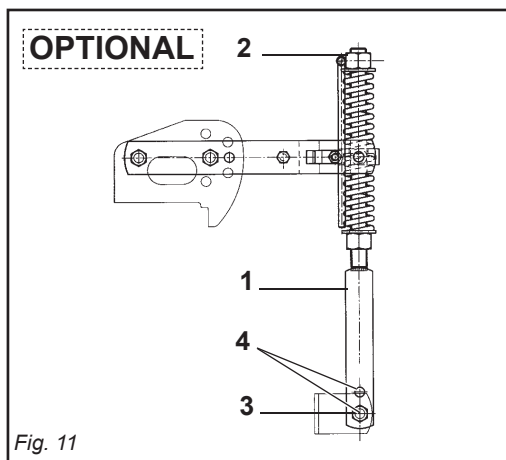

Fig. 11
- 6) Il martinetto a molla (1 Fig. 11) oltre a sostenere la lamiera livellatrice ed ammortizzarla nel trasporto su strada, serve a evitare il ribaltamento della zappatrice durante il parcheggio.
La regolazione del precarico sulla molla si effettua avvitando e svitando il dado superiore (2 Fig. 11), agendo con l'apposita leva.
A seconda della posizione, determinata del bullone (3 Fig. 11) sui vari fori posti nel martinetto (4 Fig. 11) si riesce ad aumentare o diminuire l'effetto della lamiera livellante sul terreno.
- 6) Besides supporting the levelling plate and acting as a shock absorber for it during road transport, the spring ram (1 Fig. 11) prevents the steering hoe from overturning when parking. To adjust the spring pre-loading, screw or unscrew the upper nut (2 Fig. 11) using the spring adjuster. The effect of the levelling plate on the soil can be increased or decreased depending on the position, established by of the nut (3 Fig. 11) in the various holes in the ram (4 Fig. 11).
- 6) Le vérin à ressort (1 Fig.11) sert de soutien à la tôle de nivellement et de suspension pendant le transport sur route, pour éviter le basculement du cultivateur lors du stationnement. Pour régler la pression du ressort, vissez ou dévissez l'écrou supérieur (2 Fig.11) avec la manivelle. L'effet de la tôle de nivellement sur le terrain peut être augmenté ou diminué en changeant la position du boulon (3 Fig. 11) dans les différents trous du vérin (4 Fig.11).
- 6) Die Federwinde (1 Abb. 11) trägt nicht nur das Planierschild und dient beim Straßentransport zur Dämpfung von Stößen, sondern sie soll auch verhindern, daß die Maschine während des Parkens umkippt. Um die Feder zu verstellen, verschrauben oder aufschrauben Sie die obere Mutter (2 Abb. 11) mit dem Spindel. Je nach der Position, die durch der Mutter (3 Abb. 11) in den verschiedenen Löchern des Windenrohres (4 Abb. 11) festgelegt wird, kann die Wirkung des Planierschildes auf den Boden erhöht oder verringert werden
- 6) El gato de resorte (1 Fig.11), además de sostener la chapa de nivelación y protegerla durante el transporte en carretera, sirve para evitar el vuelco de la máquina durante el estacionamiento. Por regular la presión sobre el resorte, atornillar o destornillar la tuerca superior (2 Fig. 11) con el gato. De acuerdo a la posición, determinada de la tuerca (3 Fig. 11) en los diversos orificios del gato (4 Fig.11) se logra aumentar o disminuir el efecto de la chapa de nivelación sobre el terreno.